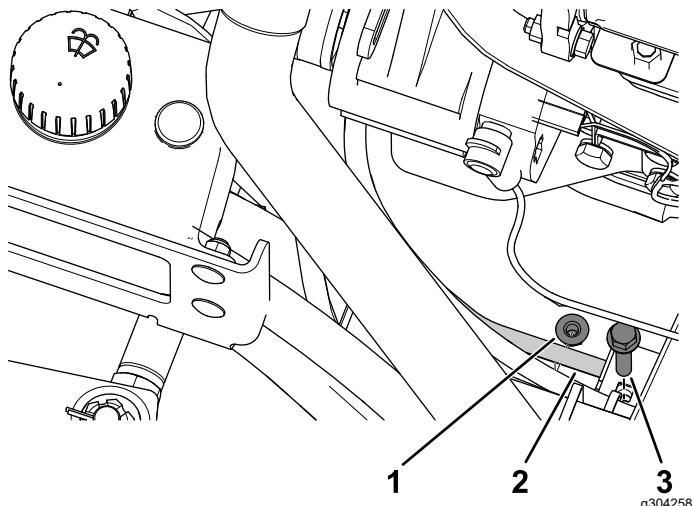

**Figura 31**
11. Praticate un foro (1/2") nella griglia del cofano per far passare il cablaggio preassemblato (Figura 31).